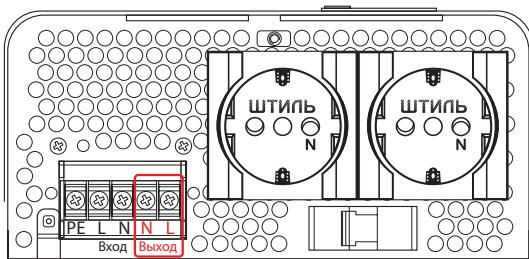

Рисунок 15. Стабилизатор
8. Убедившись в отсутствии напряжения на выходе стабилизатора, подключить нагрузку. Подключение нагрузки осуществляется у моделей IS350, IS550, IS800, IS1000, IS1500 и IS2000 к розетке, у моделей IS2500, IS3000 и IS3500 к розеткам и к выводам «Выход N-L» (**рисунок 15**). Рекомендованное сечение кабеля для подключения нагрузки к выводам «Выход N-L» – 2,5 мм².